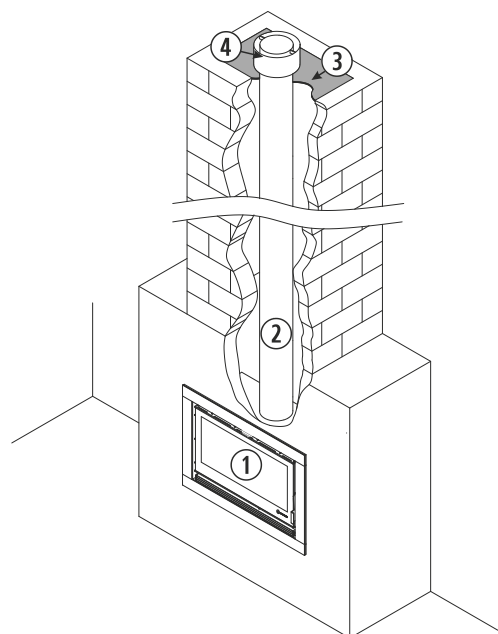

Figura 8
- Al instalar la salida de gases sobre una chimenea de obra, se recomienda emplear tubería metálica a través de ésta, para evitar fisuras, rugosidades, variaciones de sección, etc. En una chimenea ya existente, ésta se deberá limpiar completamente antes de realizar la instalación. El tubo, deberá sobrepasar la altura de la chimenea de obra y sobre salir unos centímetros en su parte superior. En el remate de la chimenea, se deberá colocar una placa de estanqueidad y un cubreaguas, como se muestra en la *figura 8*. En algunos casos, la geometría de la chimenea de obra existente, imposibilita el uso de tubería rígida, en estos casos excepcionales, la normativa permite el uso de conductos flexibles, que serán de superficie lisa para evitar las pérdidas de presión por rozamiento y evitando cambiar de dirección en ángulos superiores a 45°.
①	Estufa.
②	Tubería salida de gases.
③	Placa de estanqueidad y cubreaguas.
④	Sombrerete antiviento.